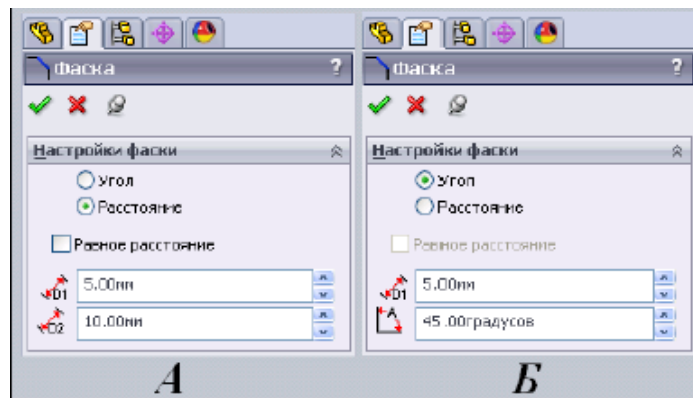

Рисунок 2.6 – Діалогове вікно "Фаска"
Щоб додати в ескіз фаску необхідно на панелі інструментів "Ескіз" натиснути кнопку  "Фаска". В Менеджері властивостей з'явиться діалогове вікно "Фаска", в якому є вкладка "Налаштування фаски" (рис. 2.6).
– Якщо необхідно зробити фаску з різними відстанями, тоді необхідно зробити активним режим "Відстань", зняти прапорець "Рівна відстань" і нижче в двох вікнах задати відстані по горизонталі і вертикалі відповідно. Катети фаски в цьому випадку будуть неоднаковими (рис. 2.6 А).
– Якщо необхідно задати фаску за допомогою кута, тоді необхідно зробити активним режим "Кут" і нижче в двох вікнах задати розмір одного з катетів і кут нахилу фаски (рис. 2.6 Б).